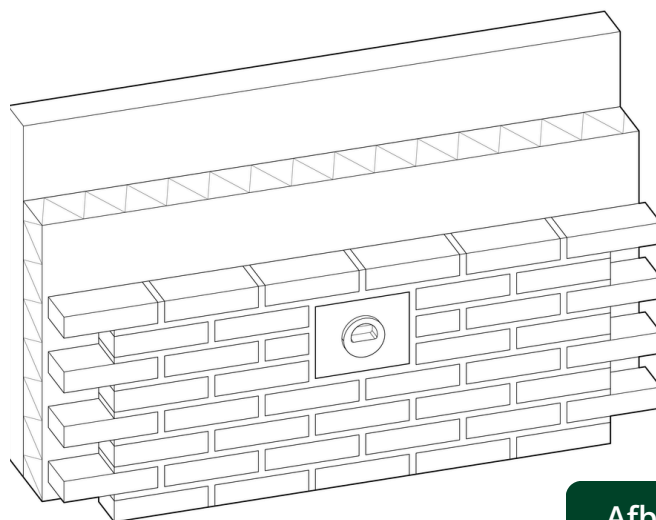

Afb.1
- 1 Maak een sparing in de isolatie. Zorg altijd voor voldoende hoogwaardige isolatie tussen de binnenmuur en de inbouwsteen ter voorkoming van een koudebrug (afb. 1).